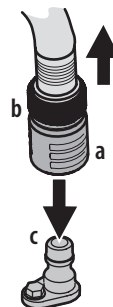

Figura 18
3. Tire del collarín de ajuste (a) del adaptador del pico (b) hacia atrás y empuje el adaptador del pico sobre el pico de lavado de la plataforma (c). Suelte el collarín de ajuste para trabar el adaptador del pico en el pico de lavado de la plataforma. Consulte la Figura 18.